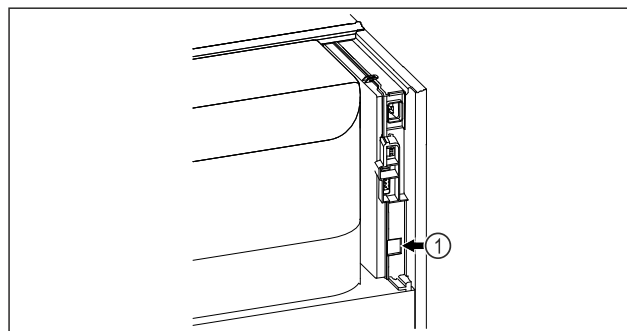

Fig. 138
- ❑ Je používán SmartModule Fig. 138 (1).